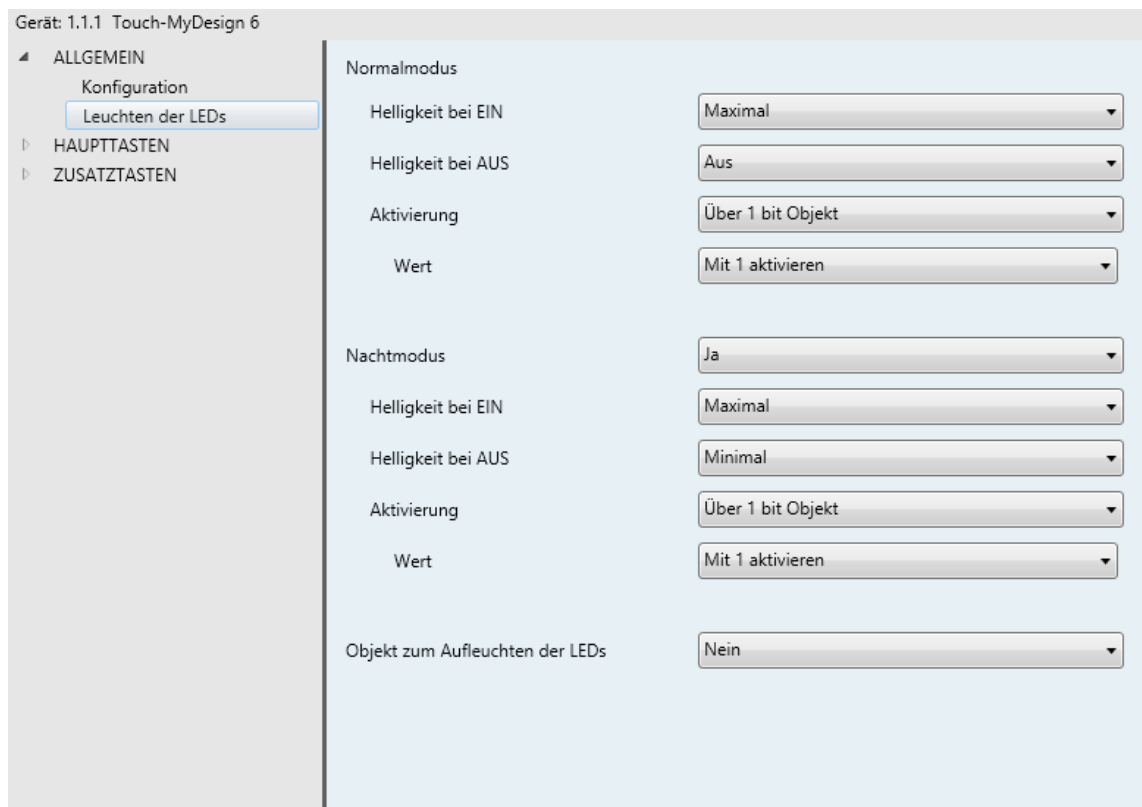

Abb. 8 Beleuchtung (Normalmodus und Nachtmodus)
**Benutzerdefiniert:** Erlaubt es, eine benutzerdefinierte Helligkeitsstufe für den “An”- und den “Aus”-Status zu gestalten und weitere Funktionen wie Nacht-Modus oder das Blinken der LEDs zu aktivieren. Wird von diesem Parameter Gebrauch gemacht, so erscheint ein neuer Tab: **Leuchten der LEDs**; siehe Abb. 8), folgende Parameter stehen zur Auswahl: